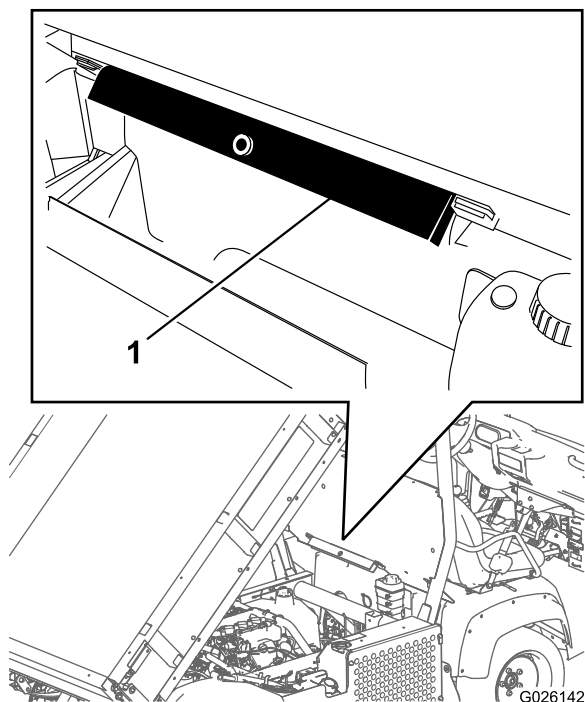

Figura 31
2. Retire o suporte da plataforma dos suportes existentes na parte de trás do painel do sistema ROPS (Figura 31).